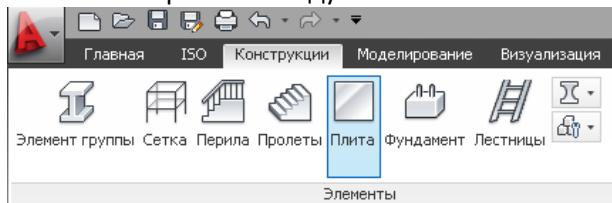

Рис. 55
- Выберите команду **Плита** на ленте на вкладке **Конструкции** (Рис. 55).